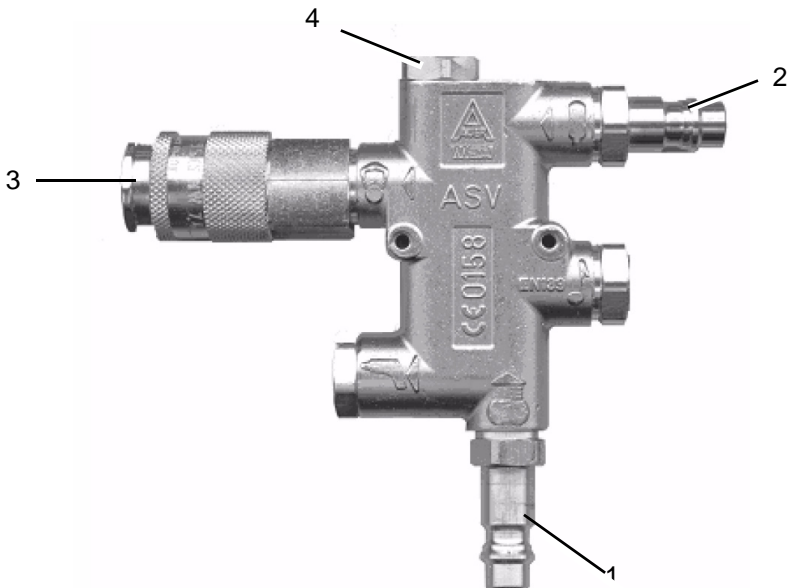
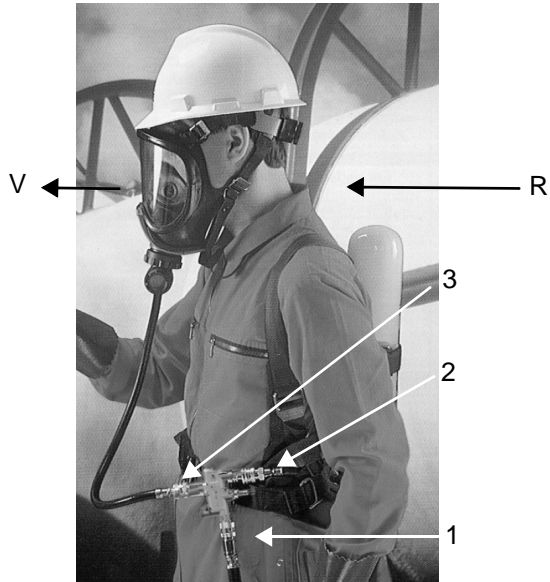

Bild 1 Übersicht
Bild 2 Anlegen
Das Gerät wird an einem Leibgurt oder am Pressluftatmergurt befestigt (→ Abb. 2). Das Gerät kann rechts oder links am Körper getragen werden. Wenn es auf der linken Seite getragen wird, muss die Halterung des Gerätes so ausgerichtet werden, dass der Anschluss für den Pressluftatmer nach hinten weist, der Anschluss für den Lungenautomaten nach vorne und der Anschluss für das Druckluft-Schlauchgerät direkt nach unten.
- (1) Sicherheitskupplung des Pressluftatmers an den kurzen Stecknippel anschließen (→ Abb. 1).
- (2) Stecknippel des Lungenautomaten an die Verschlusskupplung anschließen (→ Abb. 1).
- (1) Den Chemikalienschutzanzug ablegen (siehe Gebrauchsanleitung für den Chemikalienschutzanzug).
- (2) Den Druckluft-Zuführungsschlauch vom langen Stecknippel des Gerätes und von der Durchführung auf der Innenseite des Schutzanzuges trennen (→ Abb. 2).
- (3) Den Lungenautomaten vom Atemanschluss trennen (siehe Gebrauchsanleitung für den Lungenautomaten).
- (4) Stecknippel des Lungenautomaten von der Verschlusskupplung trennen (→ Abb. 1).
- (5) Atemanschluss abnehmen (siehe Gebrauchsanleitung für die Vollmaske).
- (6) Sicherheitskupplung des Pressluftatmers vom kurzen Stecknippel trennen (→ Abb. 1).
- (7) Pressluftatmer ablegen (siehe Gebrauchsanleitung für Pressluftatmer).
- (8) Das Gerät ablegen.
- (1) Lungenautomaten an Verschlusskupplung anschließen (→ Abb. 1). Bei Überdruck den Lungenautomaten in die *Standbyposition* schalten, nicht in die *Überdruckposition*.
- (2) Pressluftatmer an kurzen Stecknippel anschließen (→ Abb. 1).
- (3) Flaschenventil(e) mit etwa zwei Umdrehungen des Handrads öffnen.
- (4) Manometer ablesen:
- (5) Flaschenventil(e) schließen.
- (6) Das Gerät ist dicht, wenn der Druckabfall nach 1 Minute 10 bar nicht übersteigt.
- (1) Druckluftversorgungsleitung (5 m Mindestlänge) an das Filtergehäuse mit Manometer und Kupplung und an das Gerät anschließen (langer Stecknippel, → Abb.1).
- (2) Pressluftatmer an Gerät anschließen (kurzer Stecknippel, → Abb.1).
- (3) Lungenautomaten an das Gerät anschließen (Verschlusskupplung, → Abb.1).
- (4) Absperrhahn des Druckluftnetzes öffnen. Der Anfangsdruck muss 6 bar, max. 8,5 bar betragen (→ Gebrauchsanleitung für den Pressluftatmer).
- (5) Flaschenventil(e) des Pressluftatmers öffnen.
- (6) Absperrhahn des Druckluftnetzes schließen.
- (7) Spülknopf des Lungenautomaten betätigen und das Mitteldruckmanometer des Druckluftfiltergehäuses beobachten.